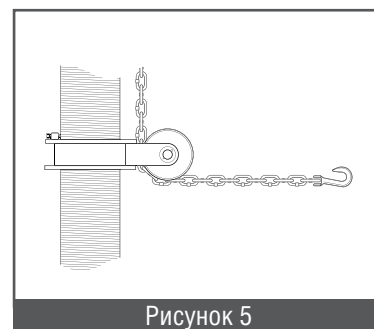

Рисунок 5
- Уберите провисание по всей длине цепи, потянув за ее свободный конец (рисунок 5).